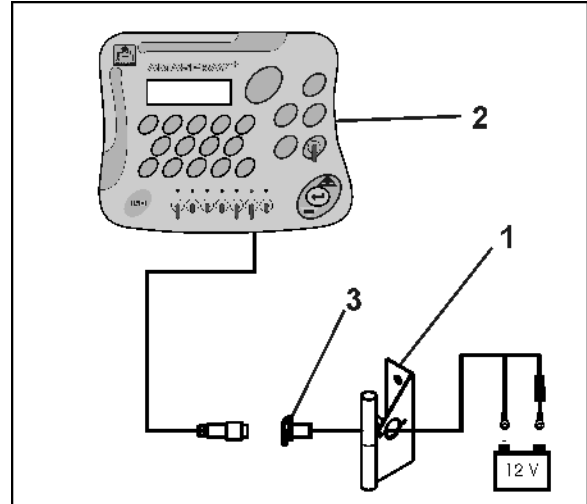

Bild 15
**Konsolen (Bild 15/1) måste sitta synligt och inom räckhåll till höger om föraren och vara jordad till kabinen. Avståndet till radioapparat resp. radioantenn ska vara minst 1 m.**
Behållaren datorn (Bild 15/2) fästs på konsolens rör.
Uttaget (Bild 15/3) till batterikabeln ska fästas vid konsolen.